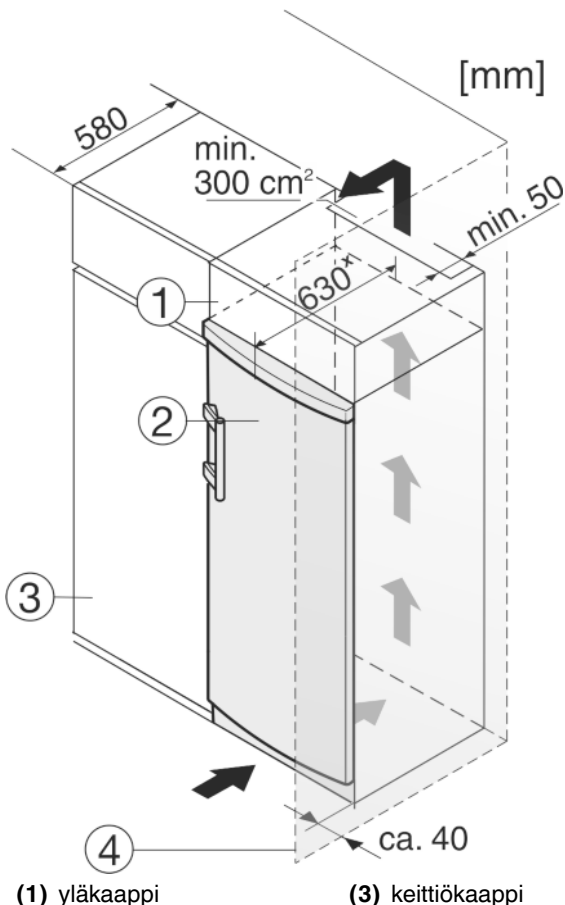

Fig. 11
Laitte voidaan asentaa kalustekaappiin. Jotta korkeus Fig. 11 (2) saadaan yhdenmukaiseksi kaapistojen kanssa, laitteen päälle voi asentaa lisäkaapin Fig. 11 (1).
Asennettaessa keittiökaapistoon (syvyys enintään 580 mm) laite voidaan sijoittaa aivan keittiökaapin Fig. 11 (3) viereen. Laitte on sivulta 34 mm x ja laitteen keskikohdasta 50 mm x edempänä keittiökaapin etuosaa.
Jos laite sijoitetaan oven saranapuoli suoraan seinään Fig. 11 (4) päin, on laitteen ja seinän väliin jätettävä vähintään 40 mm vapaa tila. Tämä vastaa kädensijan syvyyttä oven ollessa auki.